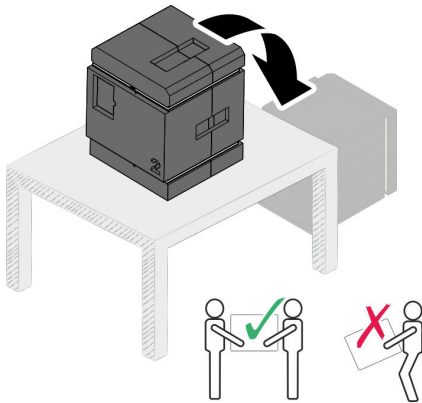

Abb. 98 Transportband einsetzen
10. Transportbänder einsetzen und die Roboterbox gemäß **Abb. 98** um 90° gedreht vom Tisch heben.